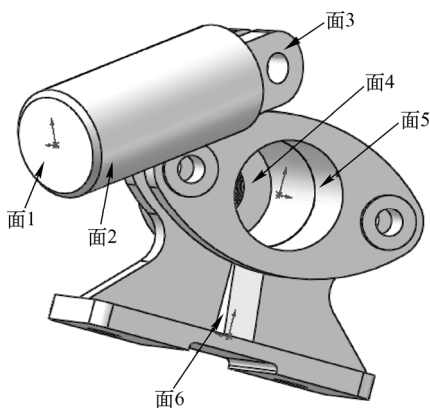
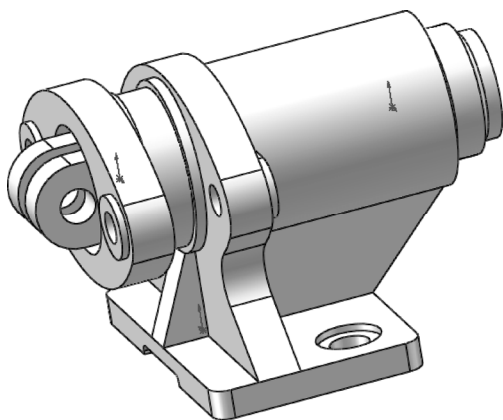

图 13-154 插入“柱塞”到装配体
图 13-155 配合后的图形 2
❶ 插入柱塞。选择菜单栏中的“插入”→“零部件”→“现有零件/装配体”命令，或单击“装配体”工具栏中的“插入零部件”按钮，在弹出的“打开”对话框中选择“柱塞”，将其插入到装配界面中，如图 13-154 所示。
❷ 添加装配关系。单击“装配体”工具栏中的“配合”按钮，选择图 13-154 中的面 2 和面 5，添加“同轴心”关系；选择图 13-154 中的面 1 和面 4，添加“重合”关系；选择图 13-154 中的面 3 和面 6，添加“平行”关系；单击“确定”按钮，完成柱塞的装配，如图 13-155 所示。